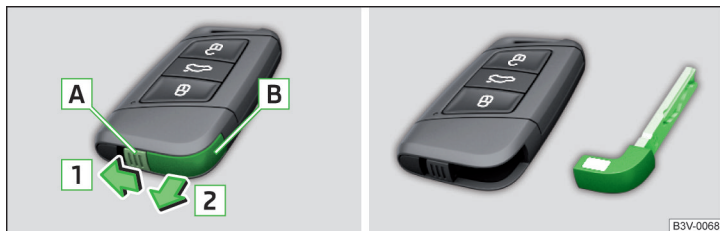

Fig. 348 Scoaterea cheii de urgență
- Deblocați elementul de fixare **A** în sensul săgeții **1** și scoateți cheia de urgență **B** în sensul săgeții **2** » fig. 348.